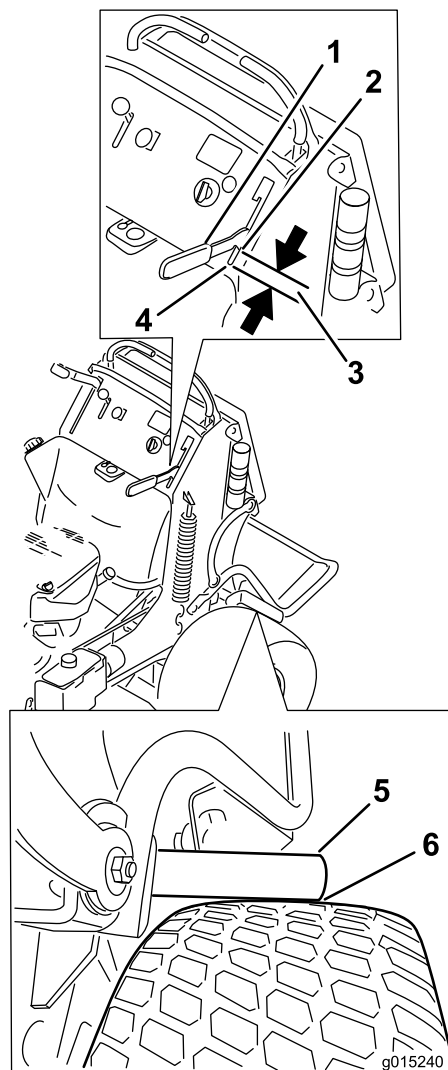

Figure 63
4. Engagez le levier du frein jusqu'à ce que les barres de frein touchent le pneu (Figure 63).
5. Mesurer l'espace entre l'avant du levier à main et le bout de la fente dans le panneau de commande lorsque la barre de frein touche le pneu (Figure 63).